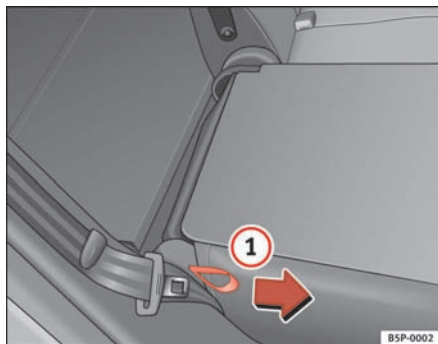

Fig. 100 Sådan klappes ryglænet frem og tilbage
- Træk i stroppen på siden af sædet ⇒ fig. 100 ①.